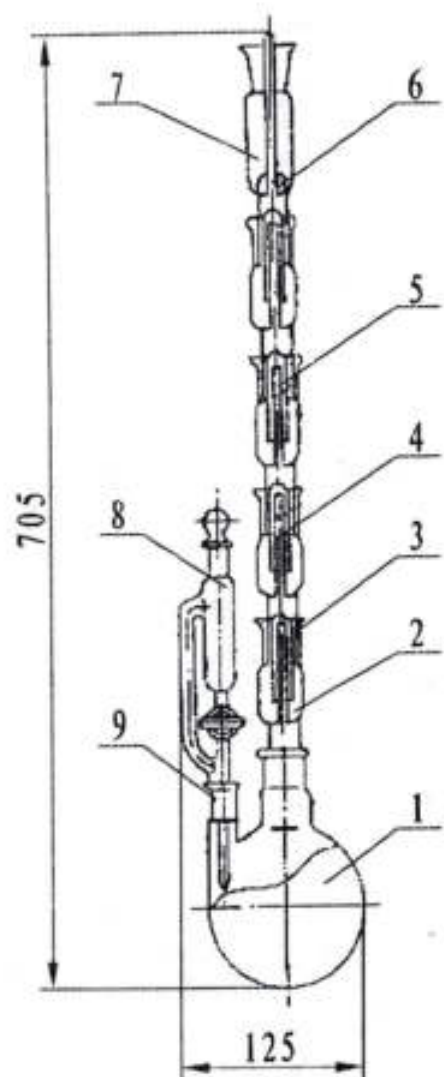

Рис. 1
4.2. Аппарат (рис.1) состоит из 2-горлой колбы-реактора (поз.1); сосуда для жидких веществ (поз.2); конуса 29/32 (поз.3); трубки (поз.4); колпачка (поз.5); колпачка (поз.6); сосуда для твердых веществ (поз.7); воронки делительной (поз.8).